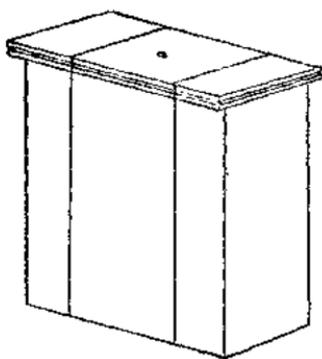

图 3
3. 截两块 40×15 [毫米]² 的透明玻璃片，在两块玻璃片中间放些要观察的微小物体如头发、草履虫等。将上面装有珠子的马粪纸合在玻璃片上，使玻璃珠正对被观察物。然后用两根橡皮筋将它们一起扎在火柴盒的一头(图3)。